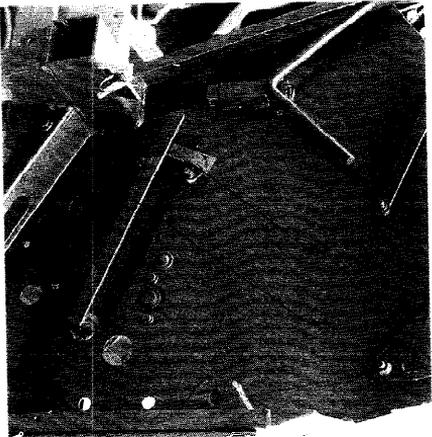

Fig. 41
- 1) Bodenklappenstellhebel (Fig. 41/1) am Rastenblech (Fig. 41/2) in Stellung "1" bringen.